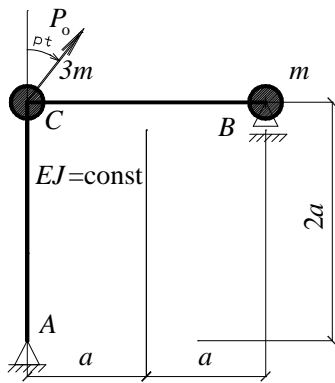

Rys. 7a
11. Oblicz ile powinien wynosić parametr tłumienia  $c$ , aby w układzie pokazanym na Rys. 7a (7b) okres drgań własnych tłumionych ( $T'$ ) był dwa razy większy od okresu drgań własnych nietłumionych ( $T$ ). ( $m=50 \text{ kg}$ ,  $k=10 \text{ kN/m}$ ).
12. Oblicz amplitudę przemieszczeń układu pokazanego na Rys. 7a ( $c=500 \text{ Ns/m}$ ,  $k=100 \text{ kN/m}$ ,  $m=40 \text{ kg}$ ,  $F(t)=P_1 \sin pt + P_2 \cos pt$ ,  $P_1 = 30 \text{ kN}$ ,  $P_2 = 40 \text{ kN}$ ,  $p=40 \text{ rad/s}$ ). Wynik podaj w mm.
13. Oblicz ile powinna wynosić sztywność więzi sprężystej  $k$ , aby kąt opóźnienia fazowego w układzie pokazanym na Rys.7a wynosił  $90^\circ$ . ( $m=50 \text{ kg}$ ,  $c=400 \text{ Ns/m}$ ,  $F(t) = P_0 \sin 2\pi ft$ ,  $P_0=10 \text{ kN}$ ,  $f=10 \text{ Hz}$ ).